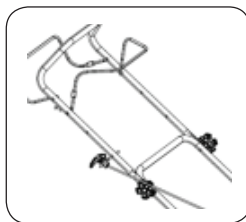

Рис. 15
4. После того, как двигатель запустится, вставьте трос стартера в направляющую. Как показано на Рис. 15